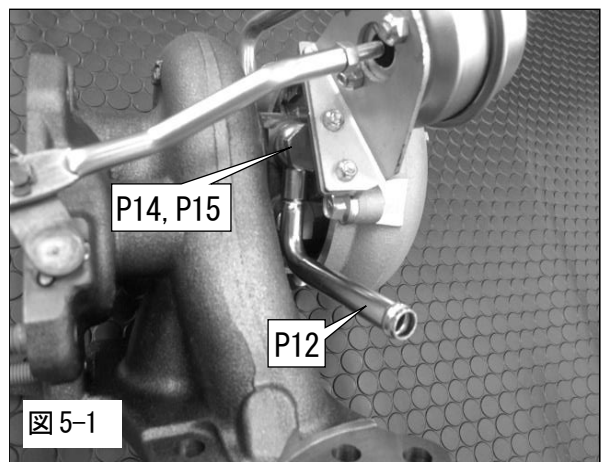

図 5-1
(1) バンジョウNo.1 をターボチャージャ Assy に取付けてください。(図 5-1)